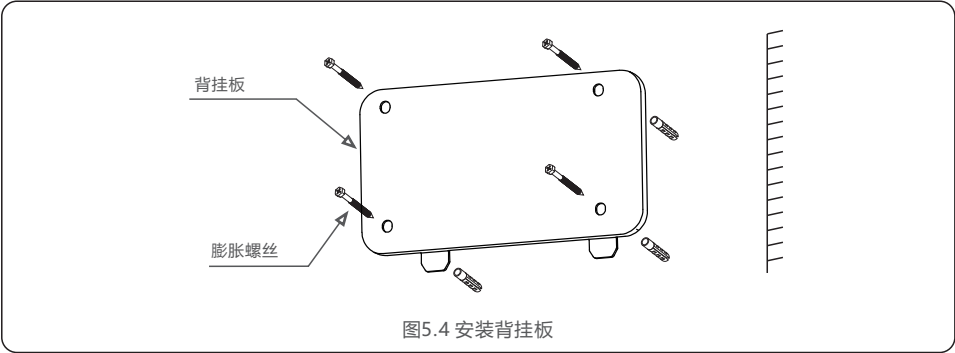
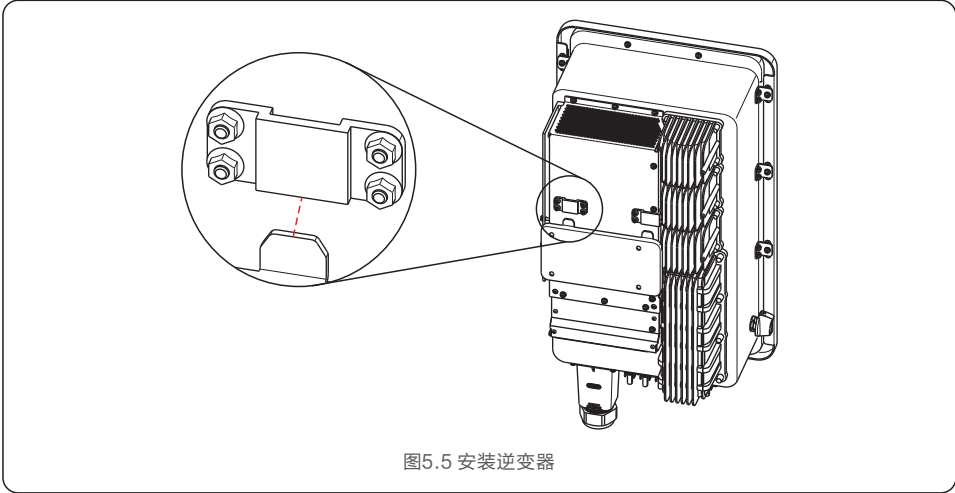

图5.4 安装背挂板
图5.5 安装逆变器
参考图 5.4 以及图 5.5 来安装逆变器。逆变器必须垂直安装。安装步骤如下:
2. 确保支架是水平的, 安装孔 (如图5.4) 是正确标记的。通过标记处钻入墙。